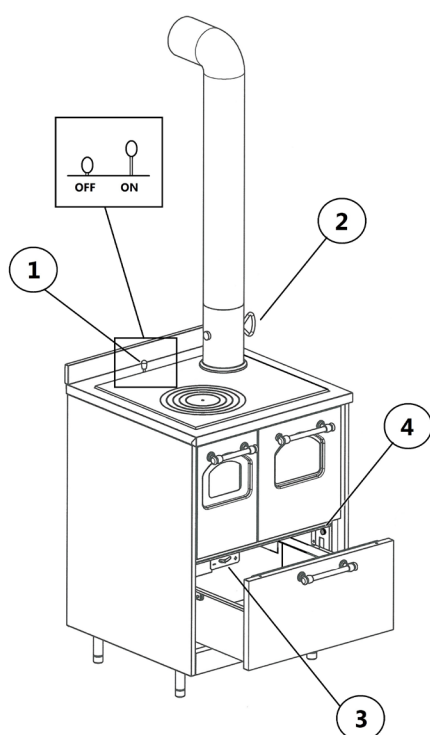
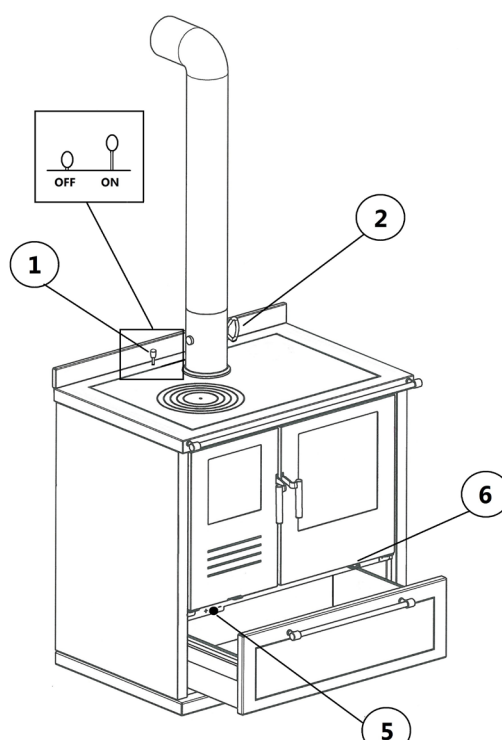

Fig. 13 - Exemple de poêle 1
Fig. 14 - Exemple de poêle 2
LÉGENDE Fig. 13 à page 41 Fig. 14 à page 41
- Ouvrir au maximum le registre d'entrée d'air primaire, la soupape d'allumage (vanne présente uniquement dans les poêles avec four) et la clé de poêle (voir Fig. 13 à page 41 et Fig. 14 à page 41).
Pour un meilleur rendement, il est conseillé de fermer le registre d'air primaire au minimum (voir **Fig. 13 à page 41**) et la soupape d'allumage dès qu'une flamme vive se produit ; ceci permet d'obtenir le rendement maximum (rendement nominal) avec la consommation minimum de combustible.
Les modèles Master et Gemma (voir **Fig. 14 à page 41**) sont équipés d'un registre d'air primaire avec vanne automatique au moyen d'une sonde, qui s'ouvre et se ferme automatiquement en fonction de la température interne du foyer : quand la flamme est vive, la vanne se ferme de manière à faire passer moins d'air. C'est pourquoi il est conseillé de mettre la vanne sur (-) une fois que le feu est allumé.
Si les fumées ont du mal à faire le tour autour du feu une fois que la soupape d'allumage est fermée, une vanne supplémentaire des fumées située sous le four (voir **Fig. 14 à page 41**) raccourcit le parcours de la fumée en tirant le levier.
Certains modèles des poêles sont équipés d'une ventilation forcée à commande manuelle : l'allumer et l'éteindre à l'aide de l'interrupteur prévu à cet effet (voir **Fig. 13 à page 41**). L'air poussé par les ventilateurs maintient le poêle à une température plus basse, évitant ainsi les sollicitations excessives des matériaux que le composent, et chauffe en même temps le milieu de manière homogène. Vérifier régulièrement le fonctionnement effectif du ventilateur.